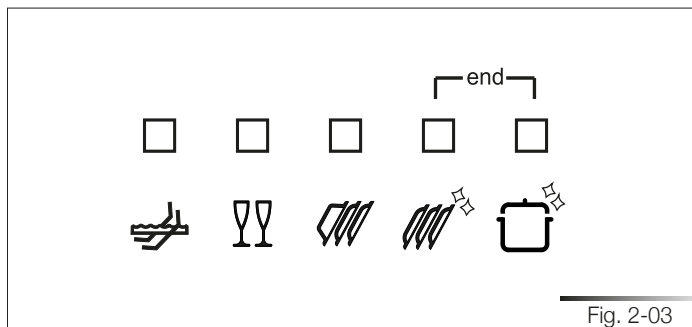

Fig. 2-03
Pour annuler le programme en cours, maintenir la touche **marche/pause** (réf. 2 fig. 2-02) appuyée jusqu'à ce que le programme s'interrompe (voyant allumé et bip de confirmation). Appuyer de nouveau sur la touche **marche/pause** (réf. 2 fig. 2-02) et la maintenir appuyée jusqu'à ce que les voyants du quatrième et du cinquième programme s'allument (réf. pr. 4, pr. 5 fig. 2-03, indiqués avec "end").
- appuyer sur la touche **marche/pause** (réf. 2 fig. 2-02) pendant quelques secondes jusqu'à ce que les voyants du quatrième et du cinquième programme s'allument (réf. pr. 4, pr. 5 fig. 2-03, indiqués avec " end ") ;